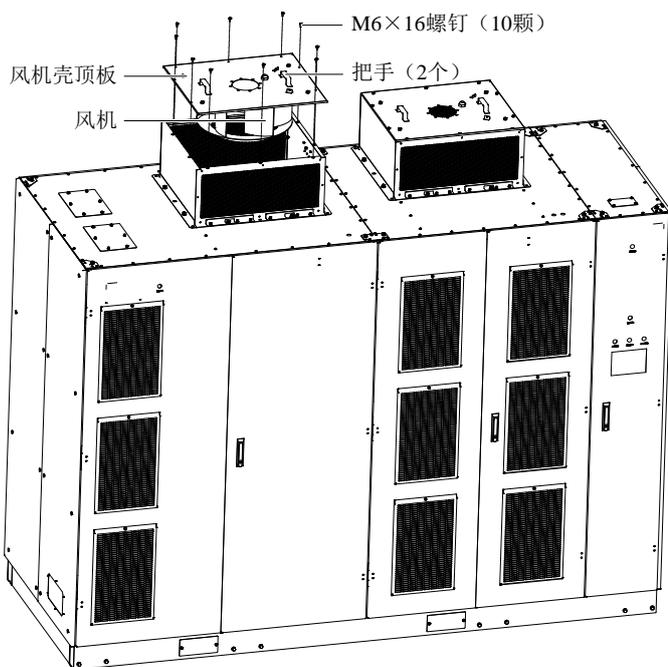

图9-6 拆除风机壳顶板和风机
4. 拆除风机壳顶板上的 10 颗 M6 x 16 螺钉，提起风机壳顶部的 2 个把手，将旧风机连同风机壳顶板从变频器上拆下，如图 9-6 所示。